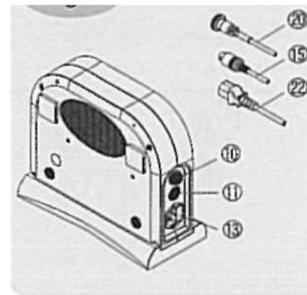

fig.4
- Inserire il cavo di alimentazione nella connessione situata dietro l'unità di controllo, poi stringere la ghiera della presa (20 fig. 4)
- Inserire il cavo del pedale nel connettore del pedale situato dietro l'unità di controllo (15 fig. 4)
- Inserire il cavo di alimentazione nel connettore di alimentazione dietro l'unità di controllo (22 fig. 4)]